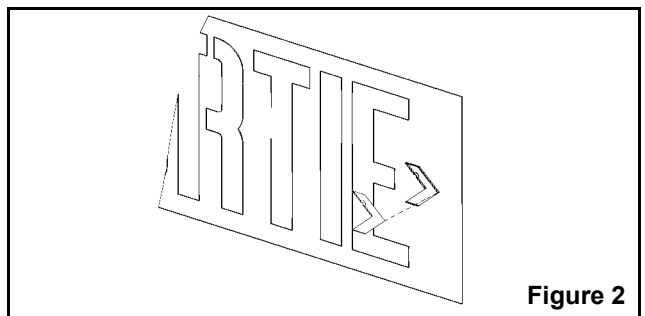

Figure 2
4. Défoncer les flèches; soutenir la face découpée avec deux morceaux de bois et pousser doucement sur les flèches à partir de l'arrière de la plaque à l'aide d'un tournevis (voir fig. 2).